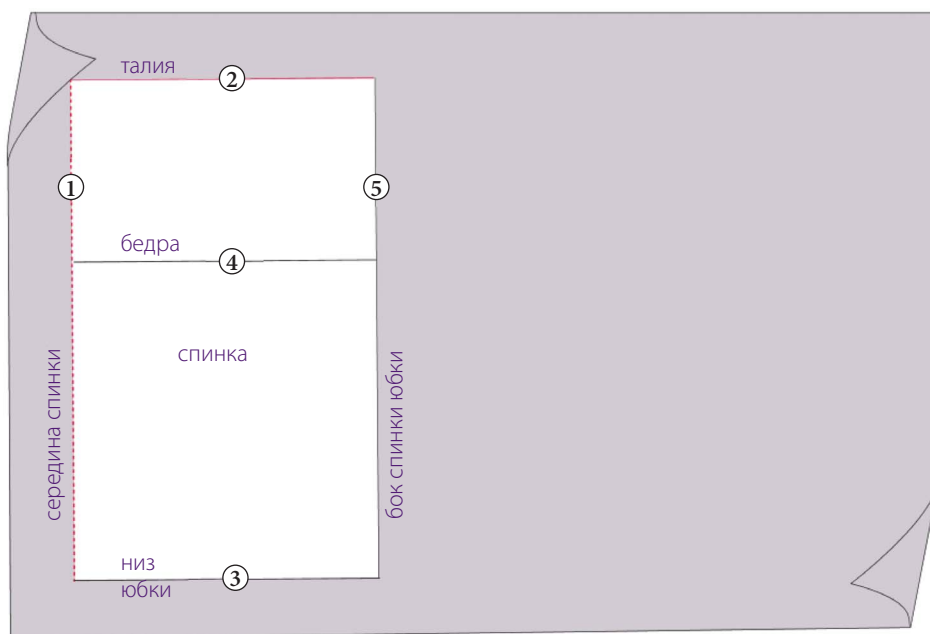

Рис. 1
⑤ Чтобы завершить построение основы половины спинки, отложите от средней линии спинки на линии талии величину, равную $1/4$ окружности бедер минус 1 см (см. рис. 1 и 2 на с. 16). Начиная от этой точки, проведите вертикаль до линии низа юбки: это линия бока спинки.